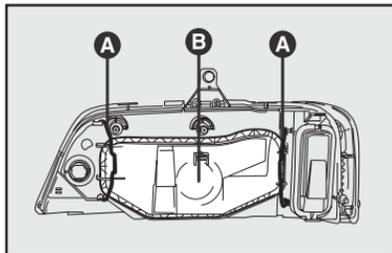

fig. 12
3) Desengatar as travas **A-fig. 12** e remover a tampa **B**.
7) Recolocar as presilhas de fixação, recolocar o conector, remontar a tampa **B-fig. 12** e bloqueá-la com as travas.